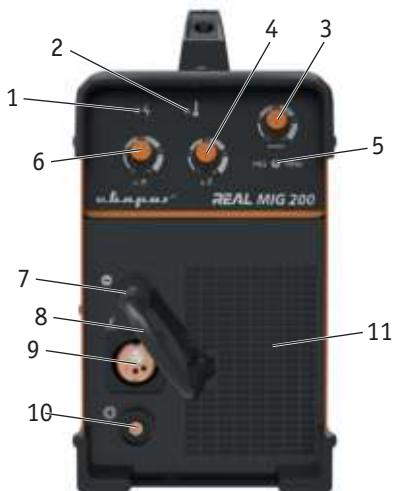

Рис. 6.1. Вид спереди.
5. Выберите способ сварки MIG/MAG (п 5., рис. 6.1) и передней или задней сварочного пистолета.